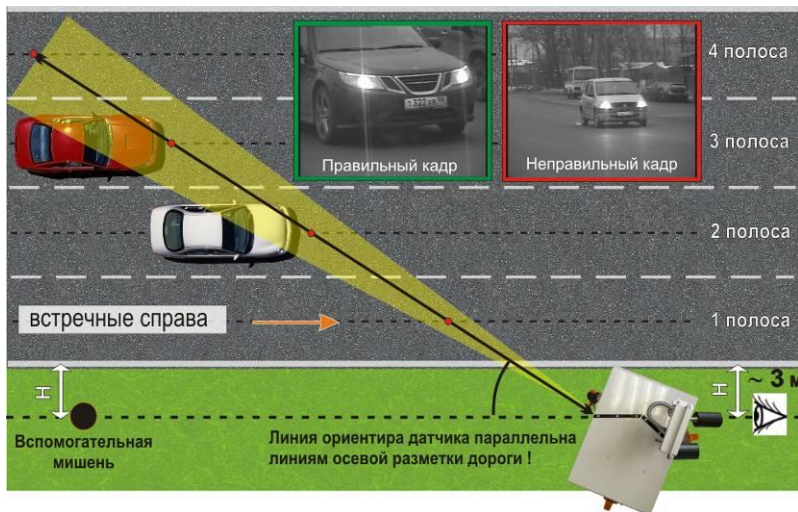
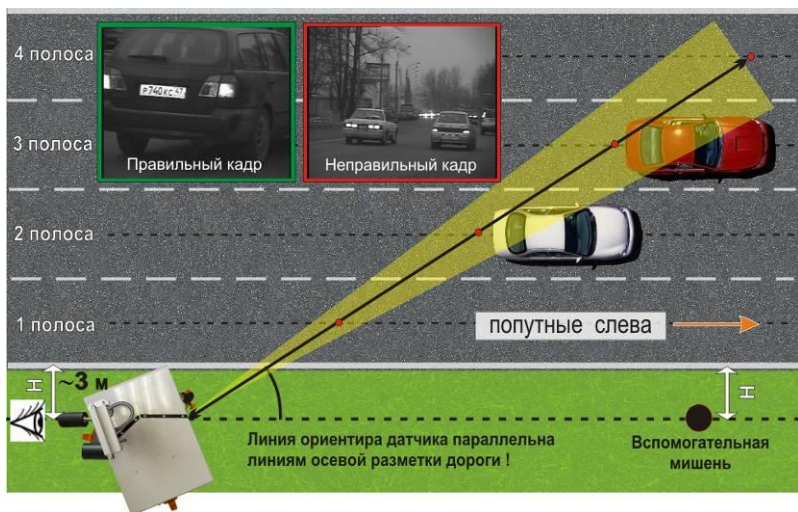

Рис. 12. Контроль встречных ТС
Рис. 13. Контроль попутных ТС
Установите треногу на расстоянии $H = 3$ м от края проезжей части, как показано на Рис. 12 и Рис. 13.
Поверните площадку с датчиком с помощью рукоятки-фиксатора (Рис. 6, поз. 5) таким образом, чтобы линия ориентира датчика (Рис. 3, поз. 5) была строго параллельна линиям осевой разметки и бордюру дороги. Датчик может быть направлен на автомобили, едущие навстречу (как показано на Рис. 12 «встречные справа»), так и на автомобили, удаляющиеся от датчика (как показано на Рис. 13 «попутные слева»).
Для более удобного и точного ориентирования датчика можно применить вспомогательную мишень — какое-либо сооружение, осветительный столб или человека, который находится на таком же расстоянии H от дороги, что и датчик. Расстояние от датчика до мишени может быть любое. Используя ориентир в качестве прицела, направьте его точно на мишень, как показано на Рис. 12 и Рис. 13.
6. Проверьте по видеоизображению и полученным стоп-кадрам правильность установки датчика. На Рис. 12, Рис. 13 и Рис. 19 показаны примеры «правильных» кадров. При необходимости отрегулируйте угол наклона датчика с помощью рукоятки-фиксатора (Рис. 6) таким образом, чтобы изображение ГРЗ автомобилей, проходящих по первой из контролируемых полос, было немного ниже середины кадра.